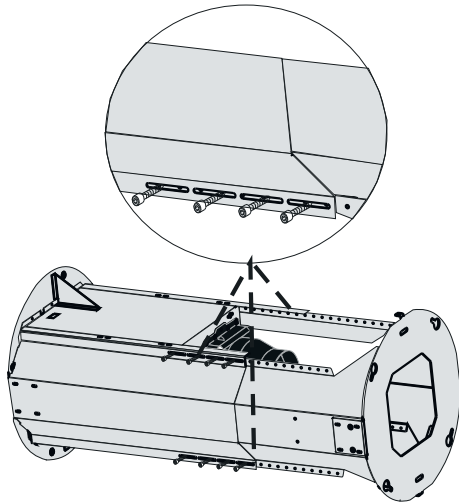

Fig. 11
2. → För att justera avståndet; lossa skruvarna som visas i (Fig. 11) och dra motorn som består av två delar in eller ut för att justera det till rätt läge. Skruva därefter tillbaka skruvarna i lämpliga håll.